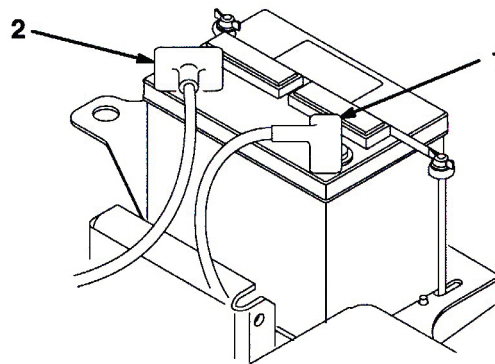

図9
2. スタータからの赤い (+) ケーブルを (+) 端子に固定する (図9)。レンチで締め付けて固定し、ワセリンを塗布する。ケーブルが擦れて磨耗するような配線はさける。座席の最後部でケーブルを傷つけることがあるので特に注意すること。